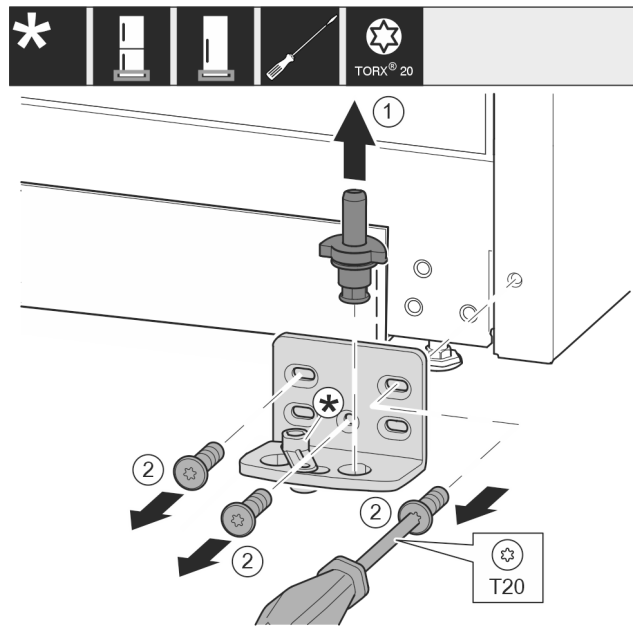

Fig. 13
- ▶ Извадете изцяло нагоре лагерния болт. Fig. 13 (1)
- ▶ Отвийте винтовете с отвертка T20 и свалете лагерната стойка. Fig. 13 (2)